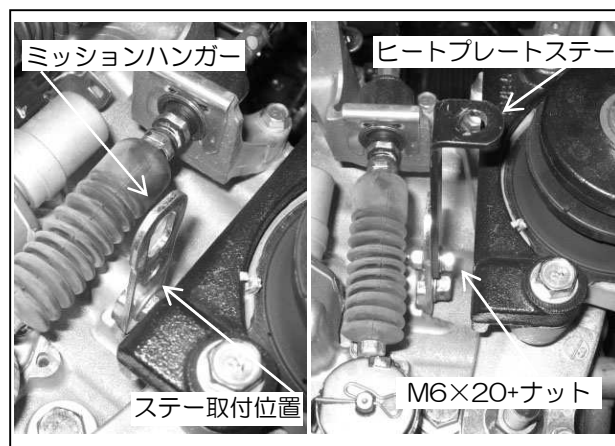

図5
- ②図5を参考に、ヒートプレートステーをミッションハンガー部へ取り付けます。